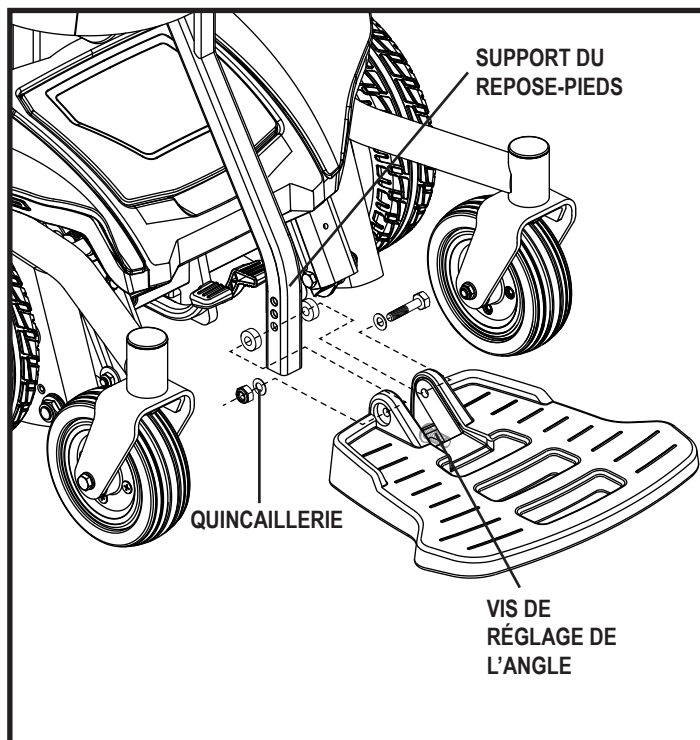

Figure 13. Réglages du repose-pieds
1. Retirez les attaches sur le support du repose-pieds. Voir la figure 13.
Vous pouvez régler l'inclinaison du repose-pieds. Voir la figure 13.